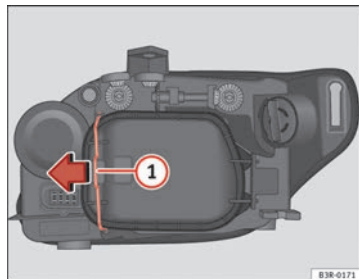

Fig. 211 Luz de cruce
Aunque no es necesario, extraer previamente la tapa rígida ⇒ fig. 211, facilita el cambio de la lámpara de dirección. ■
- Desplace el tirante ⇒ fig. 211 ① en el sentido de la flecha y saque la tapa rígida separando primero el lado del tirante y sacando después las dos pestañas del extremo contrario de la tapa.